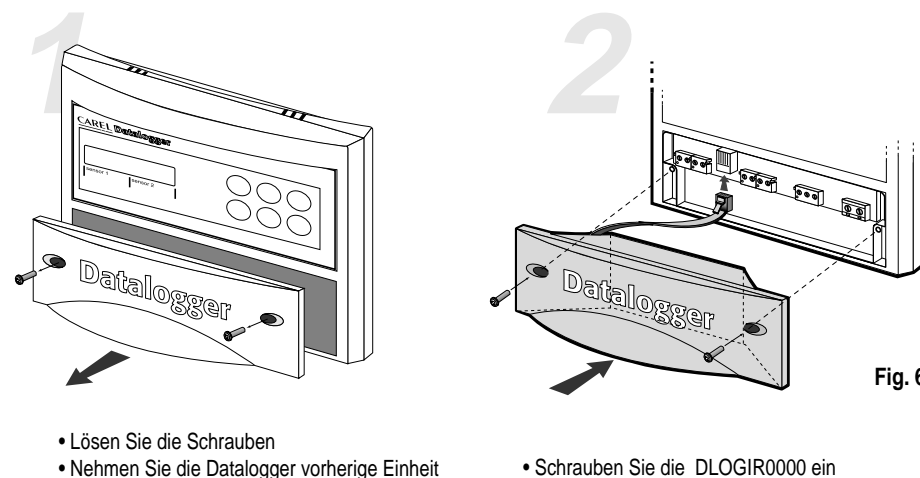

Fig. 6
3. Verbinden Sie das herauslaufende Telefonkabel der IR-Einheit mit dem Telefonverbinder im Datalogger. (Siehe Fig. 6)